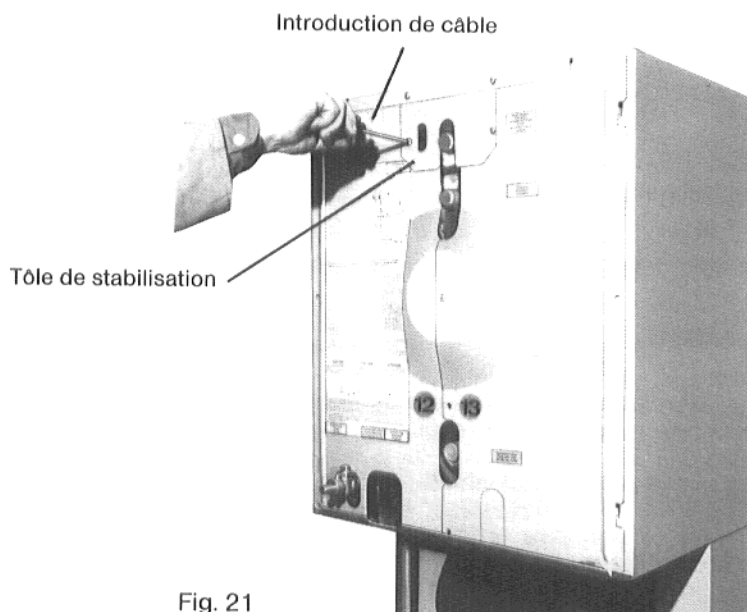

Fig. 21
Aligner et visser la **jaquette réservoir avec tôle de stabilisation** (13) au panneau arrière (Fig. 21).